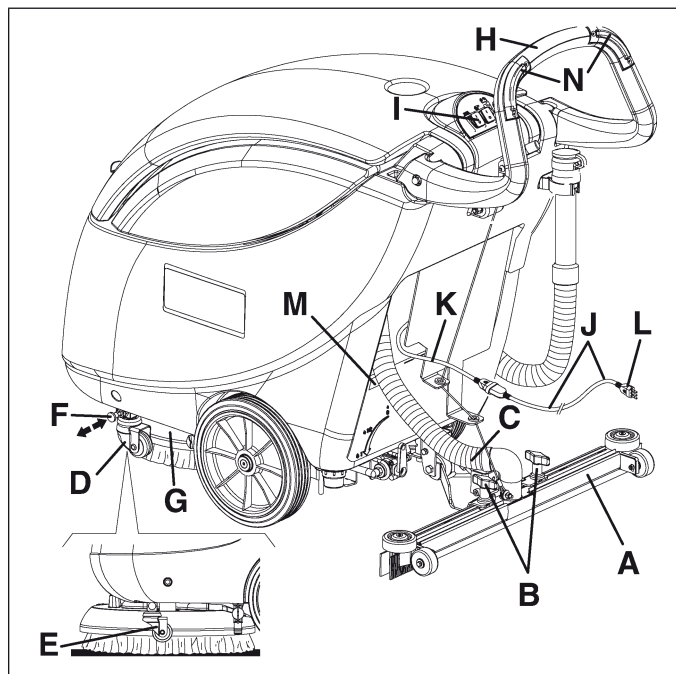

Figure 5
1. Installer l'embouchure (A, Fig. 5) et la fixer à l'aide des boutons (B), puis connecter le tuyau d'aspiration (C) à l'embouchure.
3. Désactiver le dispositif de stationnement (D, Fig. 5) en le positionnant sur (E) après avoir actionné la goupille correspondante (F).
4. Soulever la couverture de la brosse (G, Fig. 5) en faisant levier sur le guidon (H).
6. Baisser la couverture (G, Fig. 5) au moyen du guidon (H).
7. Brancher la rallonge (J, Fig. 5) livrée avec la machine au câble d'alimentation (K). Brancher la fiche (L) de la rallonge au réseau électrique.
*Avant de brancher la machine au réseau électrique, s'assurer que la fréquence et la tension indiquées sur la plaque avec numéro de série et données techniques (M, Fig. 5) coïncident avec la tension de réseau.*
8. Positionner l'interrupteur de la brosse (I, Fig. 5) sur "I", puis appuyer l'un ou les deux boutons-poussoirs (N) pour quelques secondes pour permettre l'accrochage de la brosse/plateau support disque.